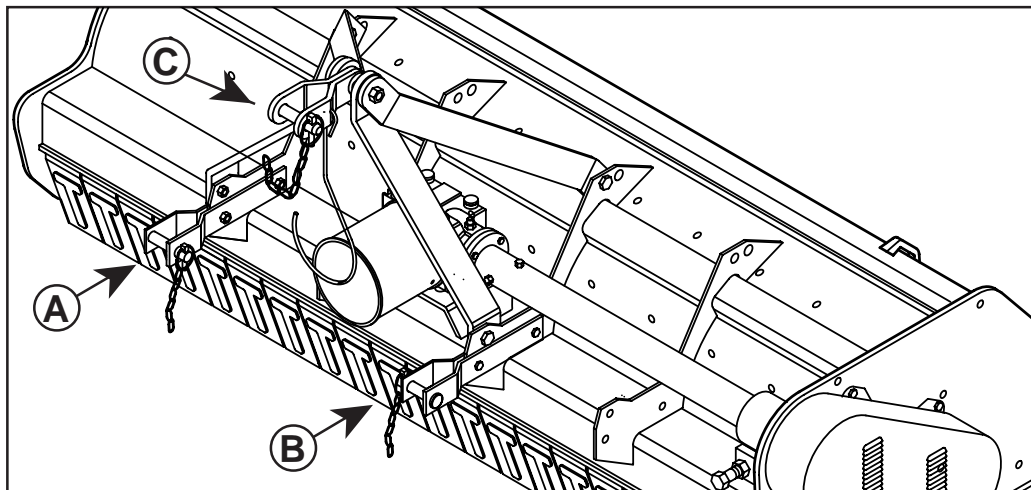

Fig. 7
Le piastre (A-B-C Fig. 7) vanno montate sempre e solo come illustrato in Fig. 7 con i fori posizionati anteriormente al tubo quadro.
The plates (A-B-C fig. 7) are always mounted only as illustrated in fig. 7, with the holes positioned in front of the square tube.
Die in Abb. 7 mit A-B-C angeführten Platten haben stets wie in dieser Abbildung aufgezeigt montiert zu werden - d.h. die Lochungen werden vor das Flachrohr gesetzt.
Les plaques (A-B-C Fig. 7) ne doivent être montées que comme illustré sur la Fig. 7 avec les trous positionnés à l'avant du tube carré.
Las placas (A-B-C Fig. 7) tienen que instalarse siempre y sólo como ilustrado en la Fig. 7, con los agujeros colocados adelante del tubo cuadrado.
- 1- Accostare le barre del sollevatore ponendole all'interno delle piastre (A-B-C Fig. 7), inserire il perno nel foro predisposto e bloccare con le copiglie a scatto.
- 1- *Near the lift bars, setting them in the most suitable plates (A-B-C Fig. 7). Insert the pin into the relative hole and lock in place with the snap-in split pins.*
- 1- Die Lenker des Krafthebers annähern und in die am besten geeigneten Platten schieben (A-B-C Abb. 7). Den Bolzen in das Loch stecken und mit dem einrastenden Splint blockieren.
- 1- *Approchez les barres du relevage en les plaçant à l'intérieur des plaques les plus appropriées (A-B-C Fig.7), introduisez l'axe dans le trou correspondant et bloquez par les goupilles à encastrement.*
- 1- Acercar las barras del elevador poniéndolas dentro de las placas más indicadas (A-B-C Fig. 7), introducir el perno en el orificio y bloquear con los pasadores de resorte.
4 -Collegare il terzo punto superiore (C Fig.7) ed effettuare una corretta regolazione con il tirante, verificando che il piano superiore della macchina risulti parallelo al piano terra.
4 - Connect the upper third-point (C Fig. 7) and correctly regulate by means of the adjuster, checking that the upper surface of the machine is parallel to the ground. This is very important since it achieves parallelism between the axis of the machine and that of the tractor pto.
4 - Den oberen Kupplungspunkt (C Abb. 7) anschließen und den oberen Lenker korrekt einstellen. Sicherstellen, daß die obere Haubenkante der Maschine parallel zum Boden steht. Das ist sehr wichtig, um die Parallelität zwischen der Achse der Maschine und der der Schlepper-Zapfwelle zu erhalten. Wenn diese Parallelität gegeben ist, wird die Zapfwelle weniger belastet und das Leben von Gelenkwelle und Gerät wird verlängert.
4 - Reliez le troisième point supérieur (C Fig. 7) et réglez correctement à l'aide du tirant. Assurez-vous que le plan supérieur de la machine soit pratiquement parallèle au terrain. Ceci est très important en vue d'obtenir le parallélisme entre l'axe de la houe et celui de la prise de force du tracteur. Travailler dans ces conditions signifie limiter les sollicitations sur la prise de force et prolonger la durée de l'arbre à cardans, mais aussi de la machine.
4 - Conectar el tercer punto superior (C Fig. 7) y efectuar una correcta regulación con el tirante de regulación controlando que el plano superior de la máquina resulte paralelo al plano al nivel del suelo. Esto es muy importante para obtener paralelismo entre el eje de la máquina y el eje de la toma de fuerza del tractor. Esto permite limitar los esfuerzos sobre la toma de fuerza misma y hacer durar el árbol cardánico y la máquina misma.